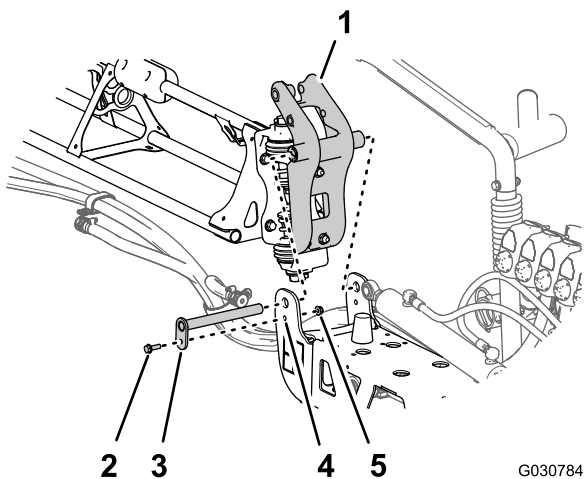

Рисунок 135
3. Совместите втулки в креплениях оси поворота с отверстиями во фланцах кронштейна оси поворота в конце средней секции стрелы (Рисунок 135).